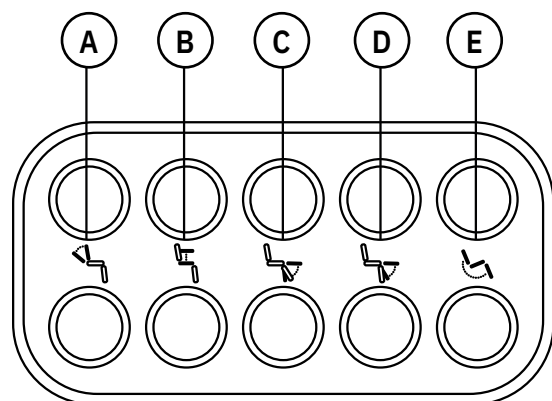

Figure 5.16. Clavier LiNX.
Le clavier LiNX peut être utilisé pour ajuster le dispositif électrique d'escamotage du dossier (A), le réglage électrique de la hauteur (B), le repose-jambes électrique central (C), le repose-jambes avec compensation de longueur (D) et l'inclinaison électrique de l'assise (E), voir figure 5.16. Le clavier LiNX est placé entre le boîtier de commande et l'accoudoir.